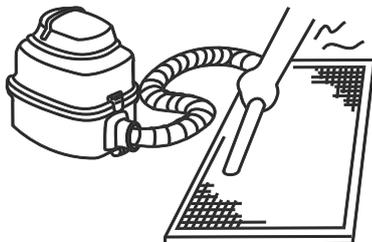

Figura 28
a. Ao usar um aspirador de pó, o lado da entrada de ar deve estar voltado para cima (Veja a Figura 28).